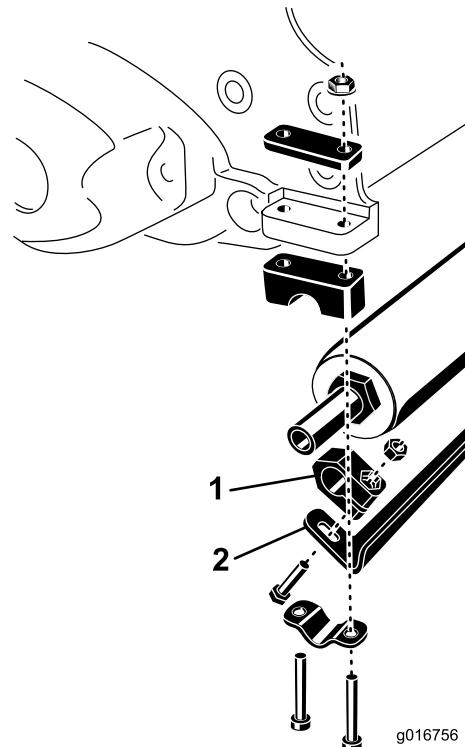

図 2
3. ローラスクレーパを、ローラの左右端部に仮止めする；クランプブロック、キャップスクリュ、ナットを使用する。各部材は 図 2 のように配置する。
4. 先ほど外したキャップスクリュ、クランプ、ナットを使って、ローラをカッティングユニットに仮止めする (図 2)。
5. ローラの芯出し (カッティングユニットの左右の中心線に合わせる) を行い、ローラクランプのキャップスクリュとナットを締め付ける (図 2)。